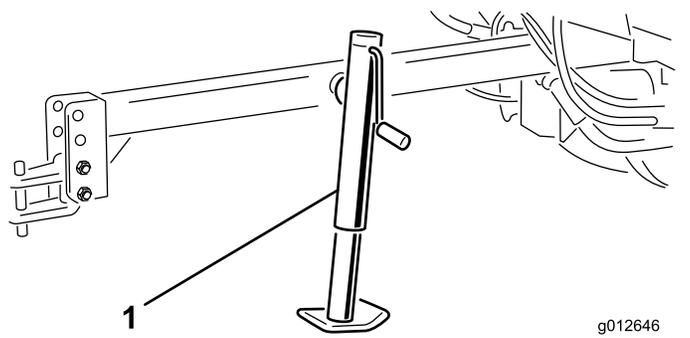

图 5
1. 将牵引杆千斤顶滑到牵引杆的安装管上图 5。
2. 将千斤顶的孔与牵引杆的孔对齐用柱销固定图 5。
3. 如果要存放可将千斤顶卸下或向上旋转并用柱销固定图 5。